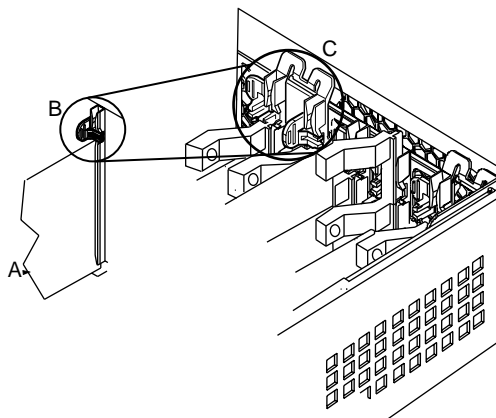

图 4-5 后固定锁闩
只有全长板才用后固定锁闩定位插入板的后部。有关后固定锁闩的图示，请参见图 4-5。
8. 如果您正在拆卸全长板卡，则请松开后固定锁闩。请参见第 85 页图 4-5。
12. 如果您正在安装全长板卡，则请锁定后部固定锁门。请参见第 85 页图 4-5。